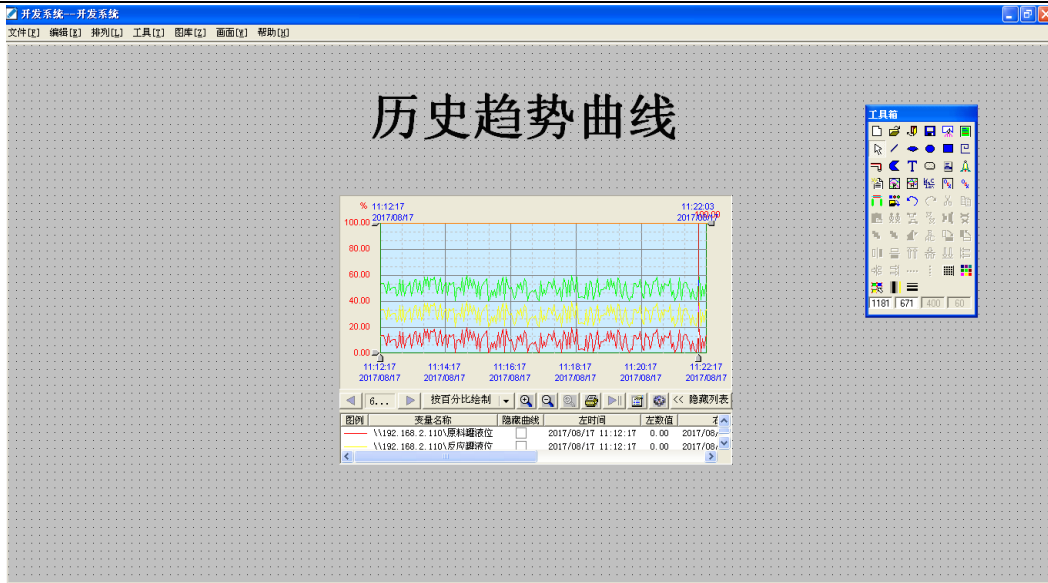

图 12-17 历史趋势曲线画面
9、将变量添加完成后，点“确定”按钮，所添加的变量就显示到控件的列表框里了。在画面中添加按钮，在按钮的“弹起时”动画连接中，输入命令语言：ShowPicture("实时显示画面");历史趋势曲线画面的显示见图 12-17，编辑完成后，保存画面。